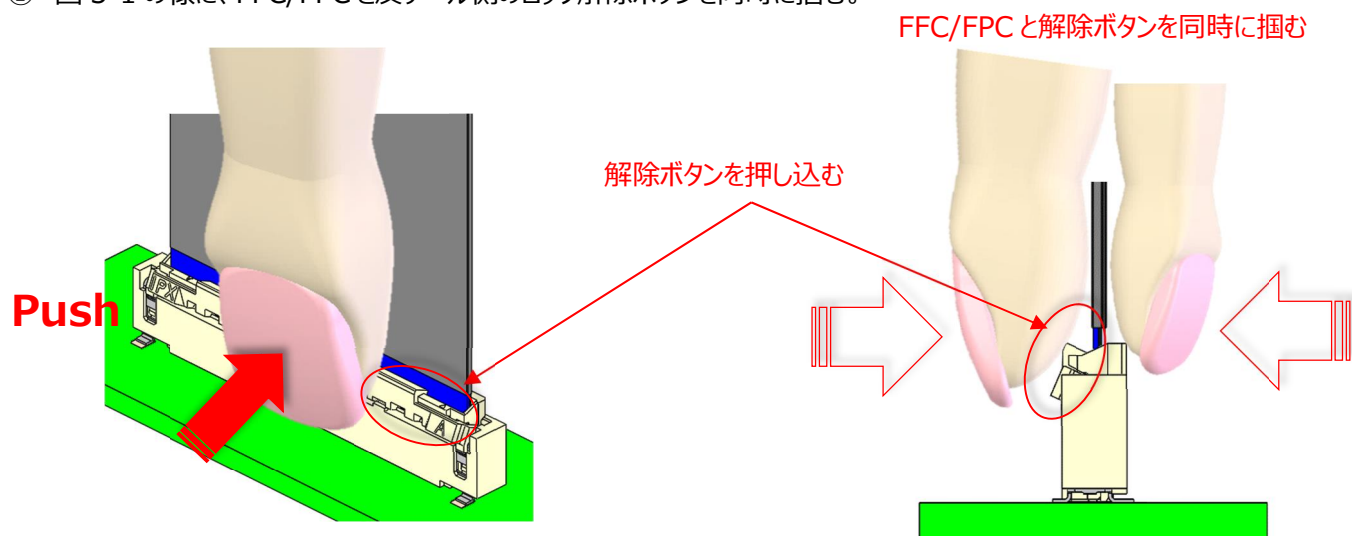

図. 3-1 FFC/FPC 抜去方法 1
- ① 図 3-1 の様に、FFC/FPC と反テール側のロック解除ボタンを同時に掴む。